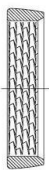

Figure 8
4. L'anneau de serrage n° 6950 (voir fig. 8) doit être remplacé après chaque démontage.